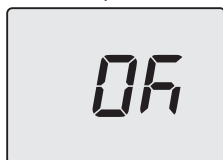

Figura 5.59
- Premendo il tasto 13 (Figura 5.53) si ottiene la conferma del valore inserito. Il display visualizzerà per 5 sec. quanto segue (Figura 5.59) poi, si porterà al livello superiore.